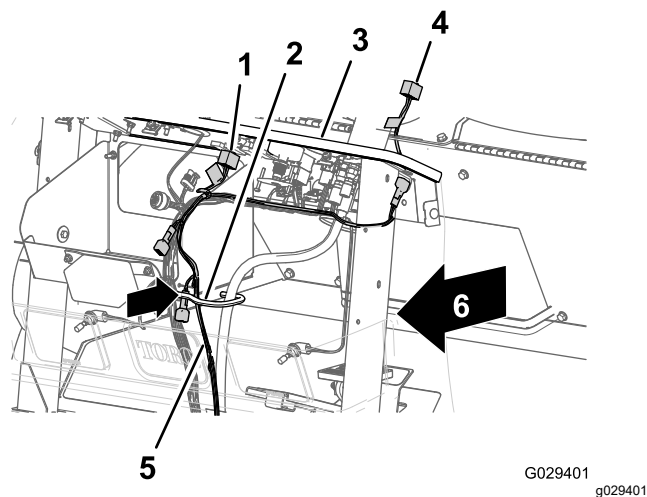

図 15
3. ダッシュパネル用の 240cm の枝線を、前方バルクヘッドの開口部にあるハトメを通して車両のケーブルホース用フックの内側まで導く 図 15。